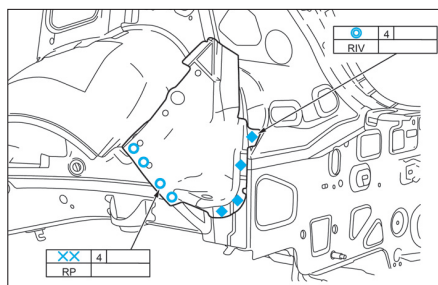

FIG. 103
- Souder et riveter l'extension de passage de roue externe (Fig.103).